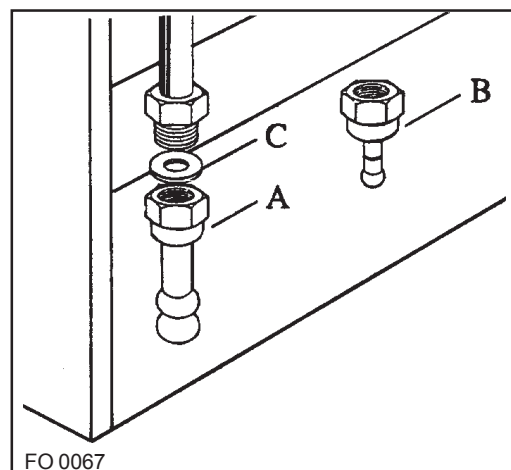

Fig. 23
- **Per l'uso con gas metano o gas città:** montate il portagomma tipo "A" indicato nella Fig. 23.